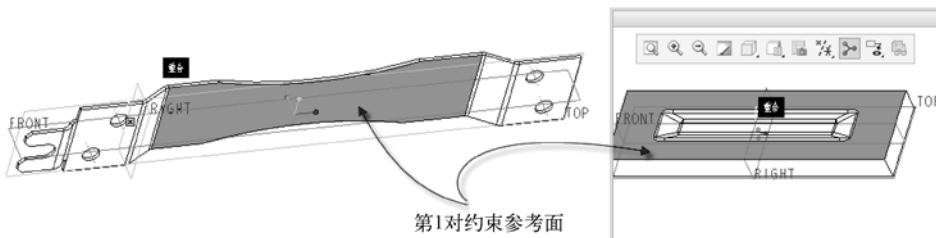

图 6-177 选择第一对约束参考面 (重合约束)
(1) 返回到之前的钣金件 (tsm_s6_4.prt) 中, 从功能区“模型”选项卡的“工程”组中单击“成型”→ (凹模) 按钮, 打开“凹模”选项卡。
(2) 在功能区的“凹模”选项卡中单击 (打开冲孔模型) 按钮, 弹出“打开”按钮, 选择之前创建的 tsm_s6_5_die5x.prt 作为成型参考零件, 也可以选择随书配套的 tsm_s6_5_die5_finish.prt, 然后单击“打开”按钮。接着可以设置选中 (指定约束时在单独的窗口中显示元件) 按钮和 (指定约束时在装配窗口中显示元件) 按钮。
(3) 在“凹模”选项卡中单击选中 (手动放置) 和 (从属复制) 按钮。
(4) 在“凹模”选项卡中打开“放置”面板, 从“约束类型”列表框中选择“重合”选项, 在参考模型和卡片钣金件中选择的重合参考面如图 6-177 所示。